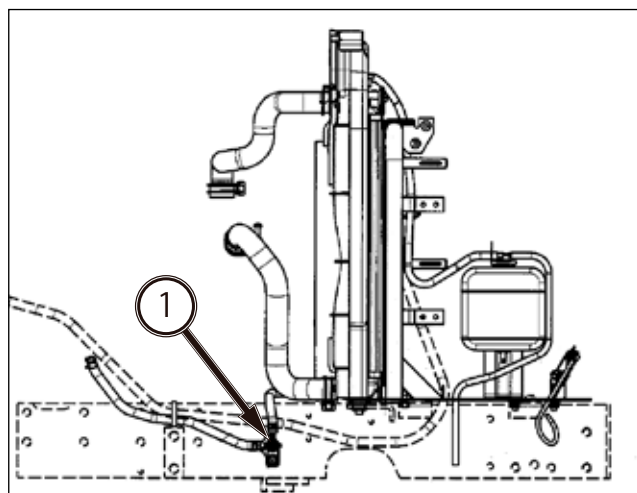

FIG. 92
FIG. 92 et 93 : Ouvrez le robinet de vidange (1) à droite du moteur pour vidanger le liquide de refroidissement. Enlevez aussi le bouchon du radiateur (2) pour faciliter l'écoulement du liquide de refroidissement. Déposez le vase d'expansion (3) pour le vider.